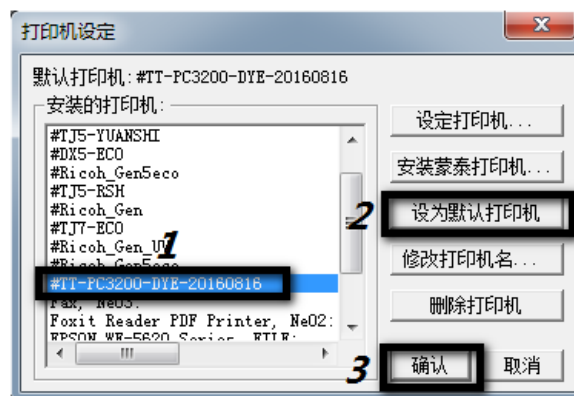

图 3.9 设置默认打印机
2.5、如图 3.9 所示，选中#TT-PC3200-DYE-20160816 设为默认打印机即可，安装好打印机显“#TT-PC3200-DYE-20160816”。